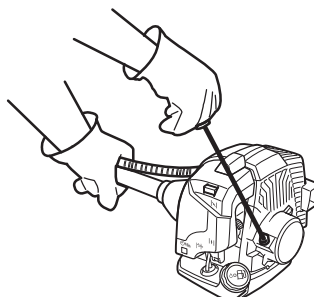

Fig. 16
- > La poignée de démarrage (4) est placée à l'arrière du moteur.
- > Tirez sur cette poignée (4) pour démarrer le moteur (Fig. 16).